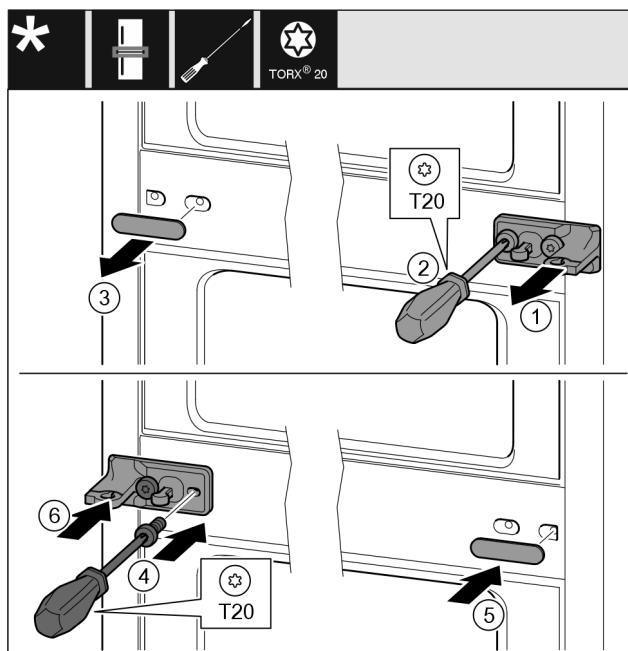

Fig. 12
- Skinite pločicu Fig. 12 (1).
- Odvijačem odvrnite vijke Fig. 12 (2).
- Oprezno izvucite poklopac Fig. 12 (3).
- Čvrsto pritegnite podložak ležaja s folijom Fig. 12 (4) okrenut za 180° na drugoj strani.
- Postavite poklopac Fig. 12 (5) okrenut za 180° na drugoj strani.
- Nataknite pločicu Fig. 12 (6) s prednje strane.